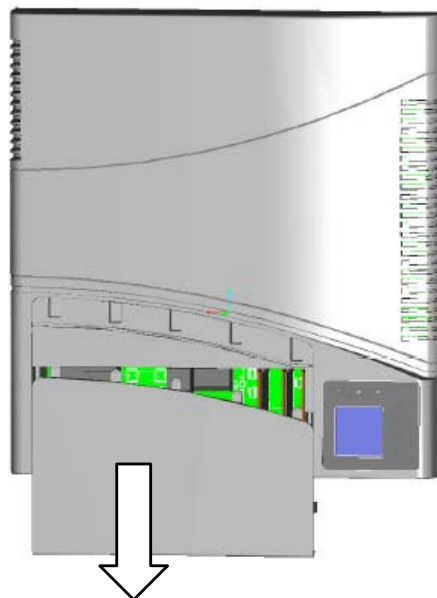

Abb. 6 Öffnen des Deckels
- 1) Die Abdeckplatte am unteren Teil des AURORA nach dem Lösen der entsprechenden Klemmschraube mit dem mitgelieferten Torx-Schlüssel TX10 öffnen, dann nach unten hin verschieben (siehe Abb. 6). In der Mitte des nach dem Entfernen der Abdeckplatte freigelegten Bereichs ist die für die Klemmschraube vorgesehene Bohrung ersichtlich.